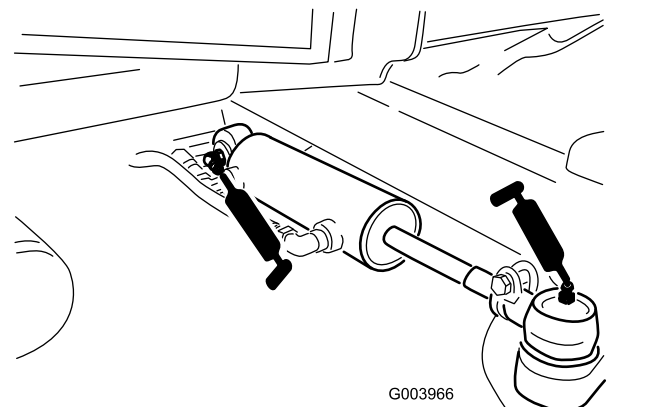

Figure 69
- Rotules de vérin de direction (2) (Figure 69)